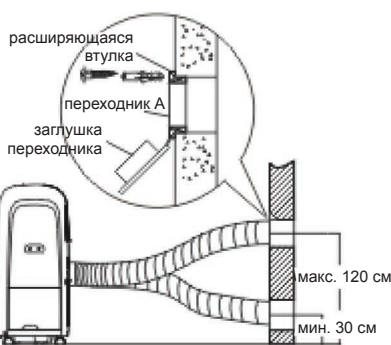

Рис. 21
1. Подготовьте отверстие в стене. Установите в стене переходник А (снаружи) с помощью 4 расширяющихся втулок и деревянных винтов (см. рис.21).